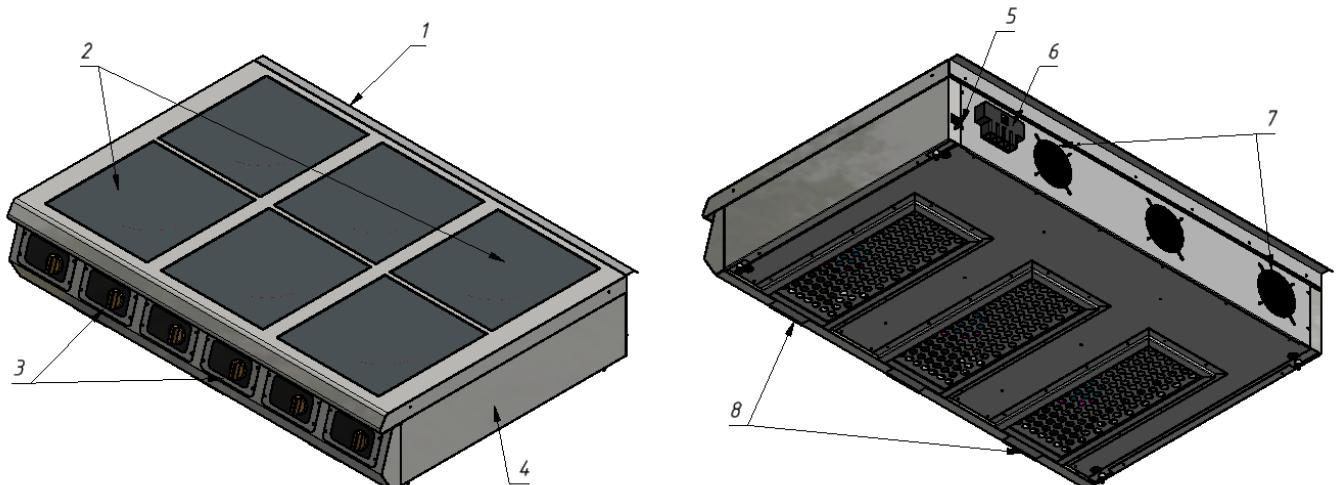

Рисунок 3 – Устройство плиты ФБИП/800
10.9. С помощью пылесоса удалите грязь из вентиляционных отверстий (рис. 3, поз. 7).
10.11. **ВНИМАНИЕ!** В нижней части плиты установлен съемный жироуловитель системы вентиляции (рис. 3, поз. 8). **Эксплуатация плиты без данного фильтра ЗАПРЕЩЕНА!** Необходимо регулярно осуществлять чистку жироуловителя через каждые 240 часов работы плиты. Чистить фильтр необходимо в посудомоечной машине или в горячей воде с использованием моющих средств, разлагающих жиры и масла. После мойки просушите фильтр и установите на место в нижней части плиты.